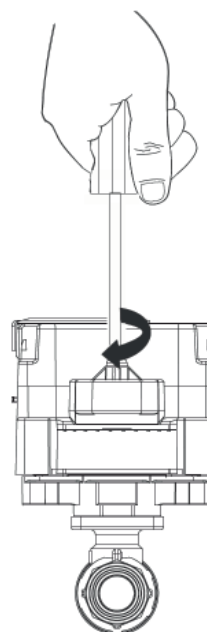

Figure 5 : Fixation de la poignée
4. Serrez la vis de fixation de la poignée sur la tige de vanne (Figure 5).